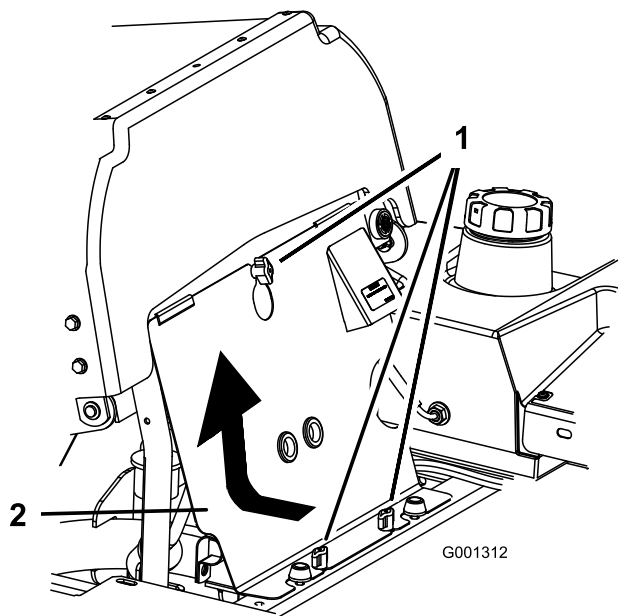

Bild 92
3. Lösen Sie die Handräder an der vorderen Motorverkleidung und nehmen Sie die Verkleidung ab (Bild 92).